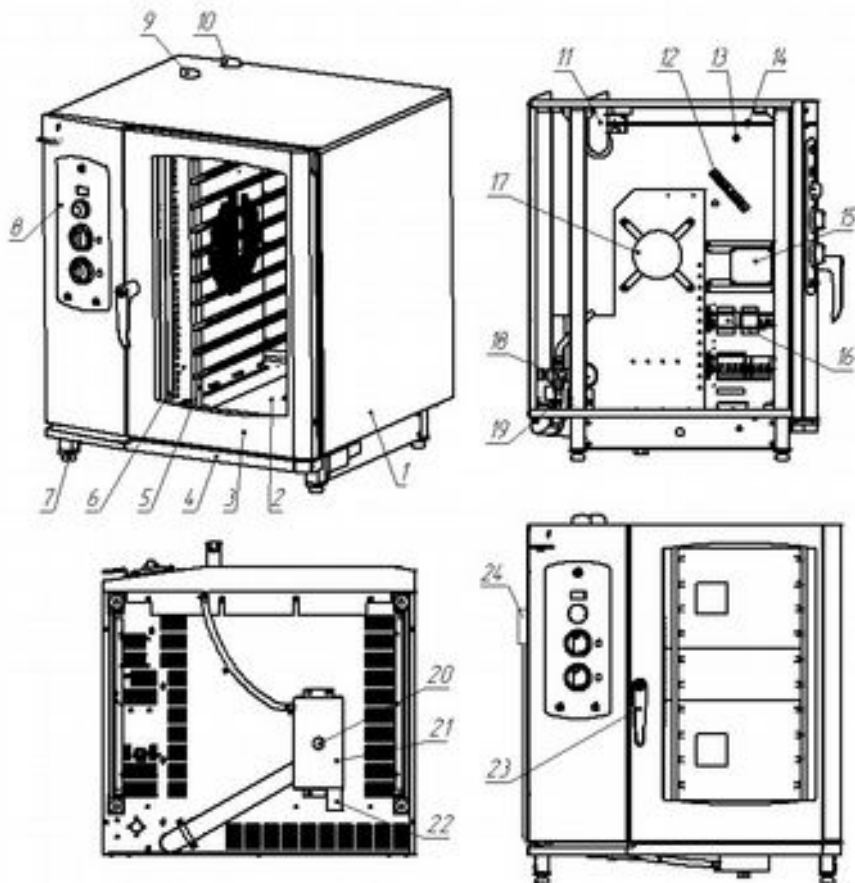

Рис.1. Пароконвектомат «Рубикон» АПК6(10)-1/1-И.
Изделие состоит из корпуса (1) (Рис.1), рабочей камеры (2), закрываемой дверью (3). Под дверью расположен лоток (4) для сбора конденсата. На передней части корпуса расположена панель управления (8). В рабочей камере расположены держатели полок (5), которые легко снимаются для обеспечения уборки рабочей камеры.
5.2. Убедиться, что сливная пробка (20) в нижней части коллектора (рис.1) установлена и плотно затянута.